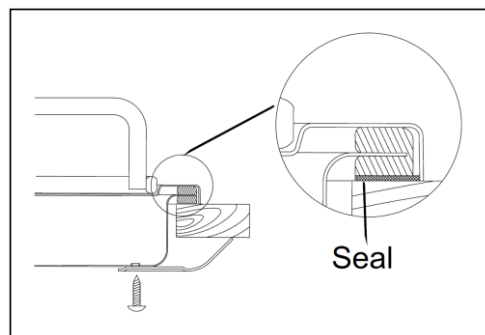

Рисунок 6
- Закрепите варочную панель соответствующими крепежными зажимами и винтами, как показано на схеме. После затягивания винтов излишнее уплотнение можно удалить (см. Рисунок 6*).